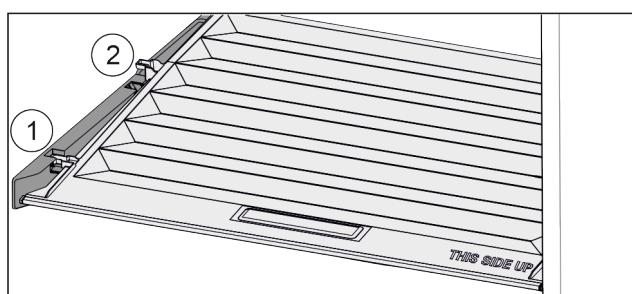

Fig. 36
- ▶ Кришку до отвору в деталях для підтримки потягнути вперед Fig. 36 (1).
- ▶ Підняти ззаду знізу та вийняти Fig. 36 (2) вгору.